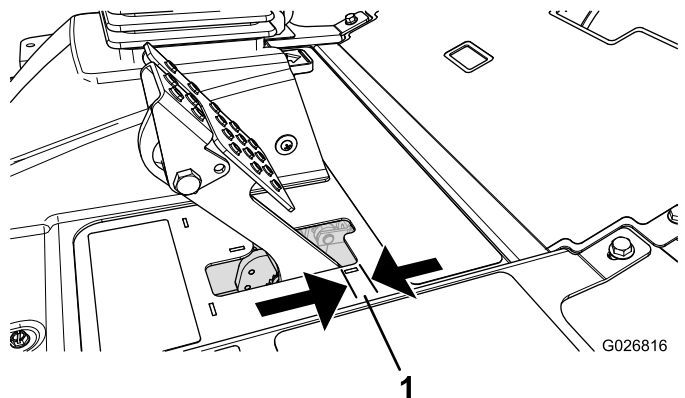

図 86
ブレーキペダルの「遊び」が 25mm 以上となったり、強く踏み込まないとブレーキの効きが悪いと感じられるようになったら、調整を行ってください 図 86。遊びとは、ブレーキ・ペダルを踏み込んでから抵抗を感じるまでのペダルの行きしろを言います。
2. 後ナットを締めてケーブルを後方に移動させて、ホイールがロックする前のブレーキペダルの遊びが 6.312.7mm なるように調整する 図 86。